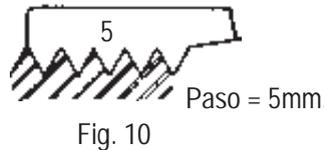
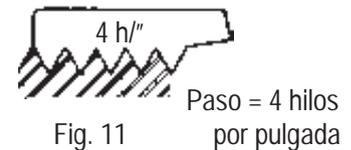

Fig. 10
Fig. 11
a.- Con verificadores de rosca (cuenta hilos) en mm (Fig. 10) y en número de hilos/pulg. (Fig. 11).